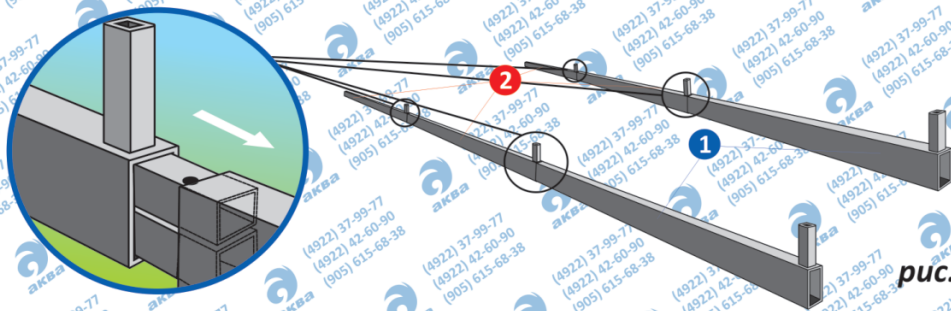

рис. 1
2. Собрать парные основания для теплицы на кровельные саморезы, как показано на рис. 1. Основание состоит из стартовых планок 2 шт. и удлинений.